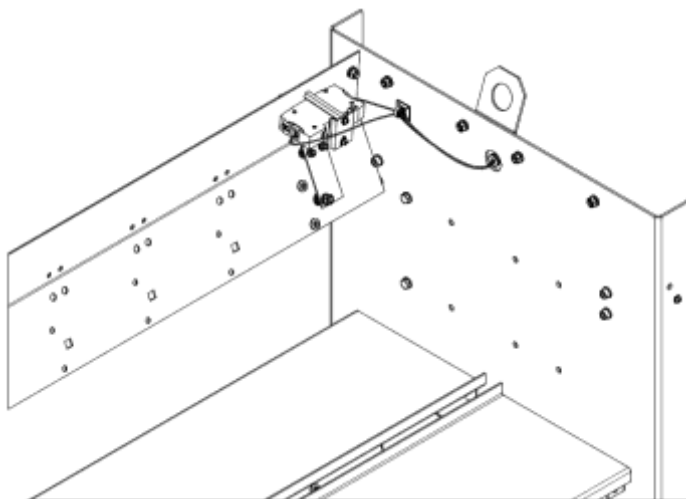
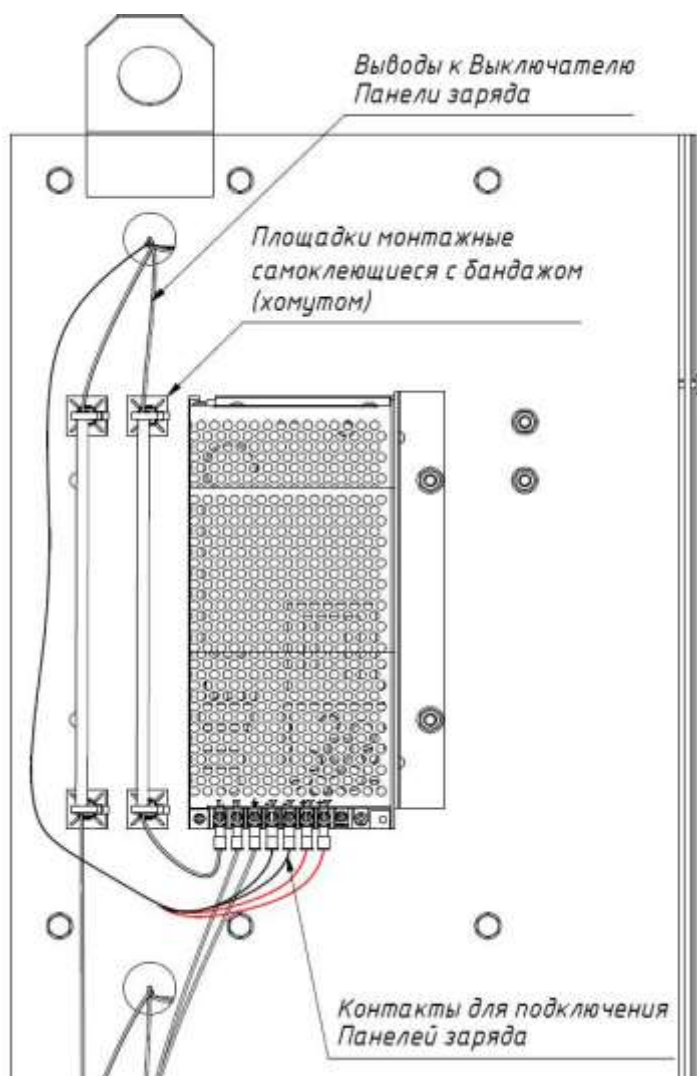
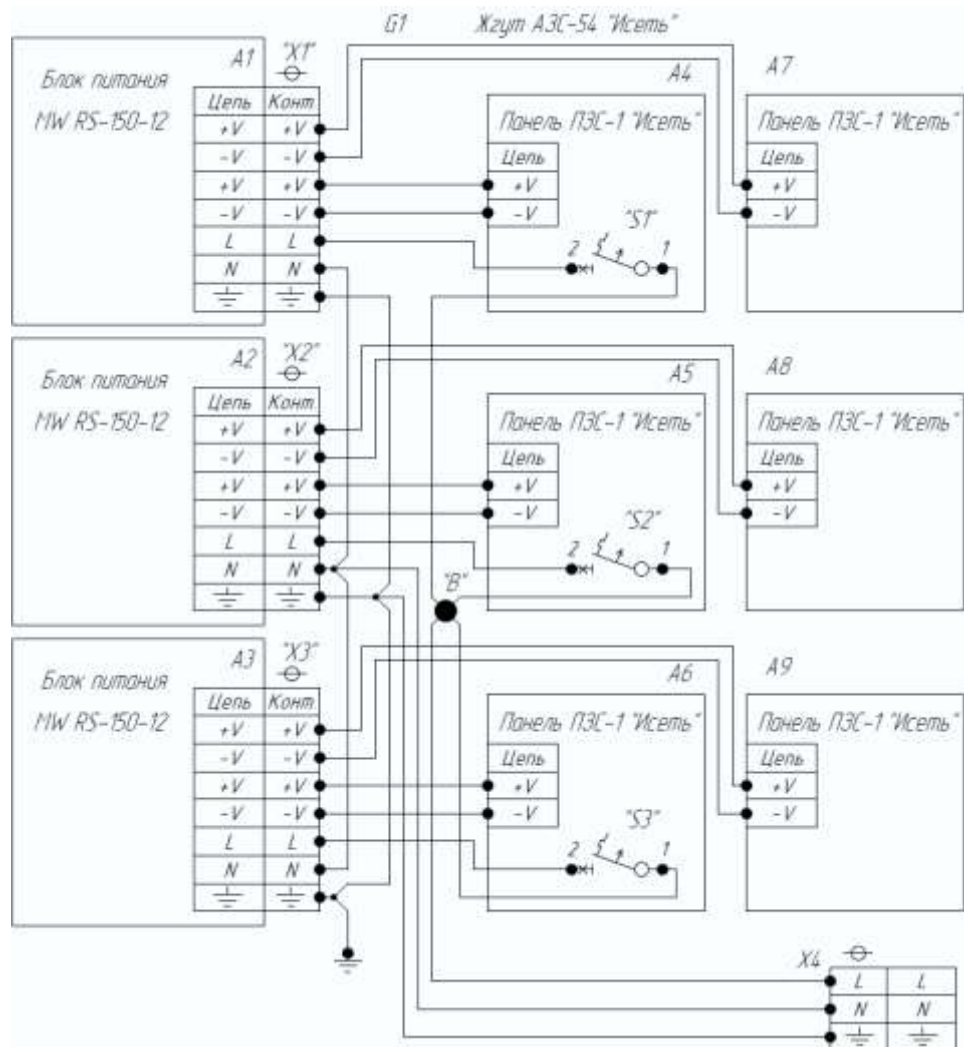

Рис.2 Подключение жгута к выключателям.
Рис.3 Подключение Панелей заряда к блокам питания.
Рис. 5 – Схема соединений АЗС-54 «Исеть».
2.3.5 Подключить Панели к блокам питания, а концы проводов жгута к выключателям по схеме электрической соединений ИН.ЗС.00.00.000Э4 (см. рис. 2, рис. 3, рис. 5). Подключение Станции производить согласно рис.4, к клеммной колодке (под винт). При этом к коричневому проводу (L) подключается «фаза», к синему (N) «ноль», к желто/зеленому - заземление.